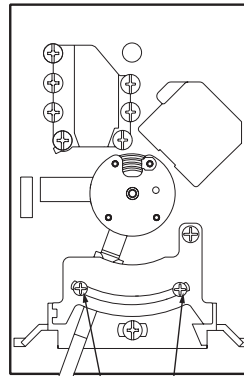

Fig. 3. Alineación del tope para rangos con el termostato.
11. Ajuste los tornillos de ajuste del tope para rangos. Vea la Fig. 3.